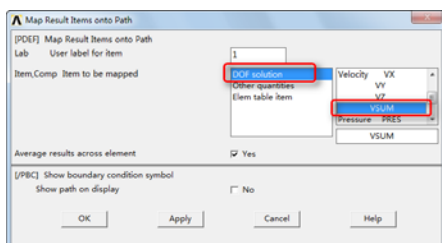

图 9-138 “Map Result Items onto Path”对话框
⑧依次选择 Main Menu→General PostProc→Path Operations→Map onto Path, 会弹出“Map Result Items onto Path”对话框, 如图 9-138 所示, 在“Lab User label for item”输入框输入“VSUM”, 在“Item, Comp Item to be mapped”后选择 DOF solution→Velocity VSUM, 单击“OK”按钮关闭该对话框。